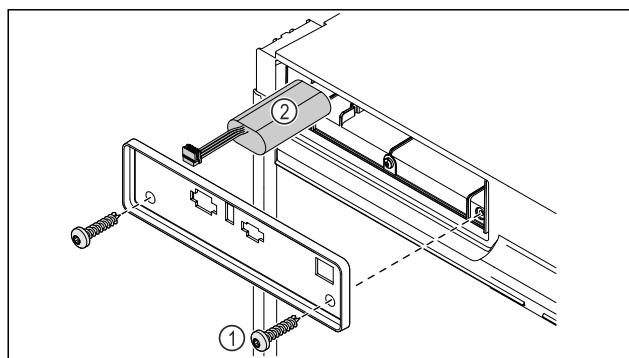

Fig. 197
- Desenroscar los tornillos y retirar la cubierta de la parte posterior del aparato Fig. 197 (1).
- Desconectar la batería y extraerla Fig. 197 (2).